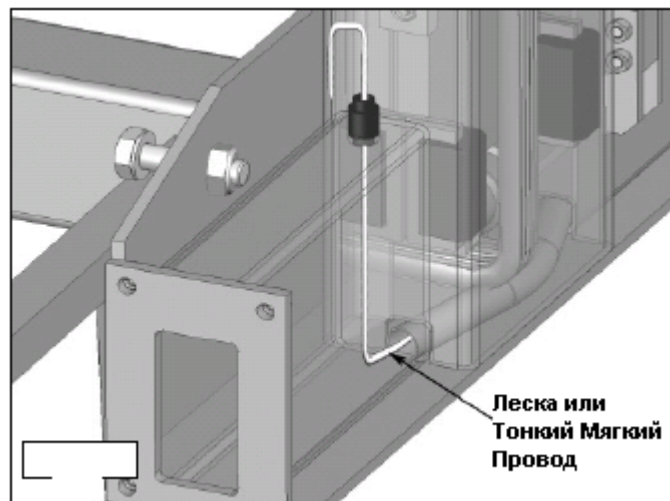

Рис. 11.2
2. Протянуть леску или Мягкую Тонкую Проволоку сквозь трубки внутри Базы обеих Стоек а также в уплотнениях, чтобы позже при помощи этой лески вытягивать проводку при ее установке ( см. Рис. 11.2 )